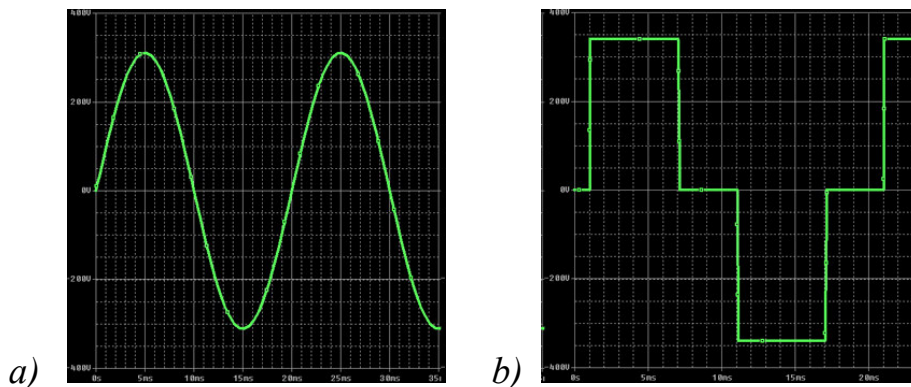

Рисунок 3.1 – Форма вихідної напруги інверторів:
- з *синусоїдальною* вихідною напругою (рис. 3.1, *a*), може жити будь-яке навантаження змінного струму;
- з *квазісинусоїдальною* (прямокутною) вихідною напругою (рис. 3.1, *b*), така форма вихідної напруги підходить для нагрівальних елементів, але є неприйнятною для асинхронних двигунів, трансформаторів, холодильників, насосів, пральних машини тощо.